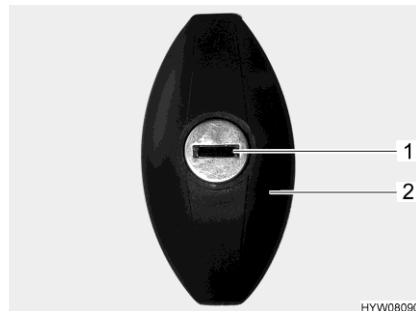

Fig. 59 Serratura dello sportello
- Inserire la chiave nel cilindro della serratura (Fig. 59,1) e ruotare in senso antiorario di un mezzo giro. La maniglia della serratura (Fig. 59,2) scatta all'infuori.